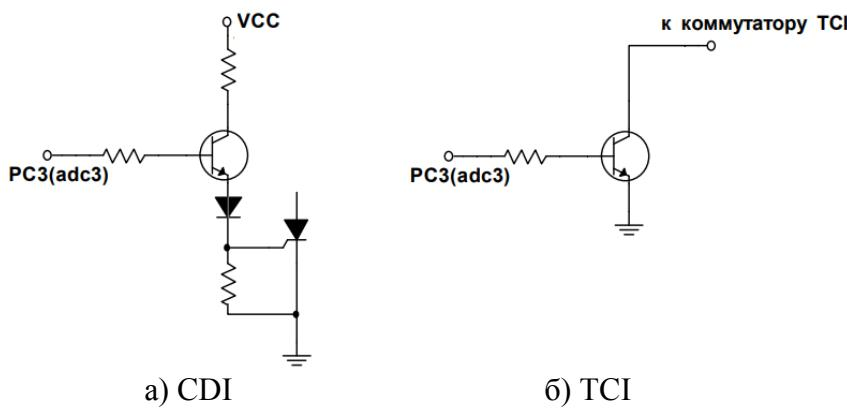

Рис.3 Выходной каскад
**LineOFFMode=0:** Линия управления отключается в начале импульса LDELTA (для TCI с самодельным коммутатором - мощный транзисторный ключ с контролем тока через высоковольтную катушку). Тип выходного каскада Рис.3б.
**LineOFFMode=1:** Линия управления отключается через заданный угол после завершения импульса LDELTA (для CDI). Этот угол следует определять по факту обеспечения режима работы тиристора системы CDI (управляющее напряжение должно быть снято тиристора до момента повышения напряжения на его аноде). Скорее всего, этот угол будет в пределах 5-15 градусов. Тип выходного каскада Рис.3а.
**LineOFFMode=2:** Линия управления отключается строго в нужном для коммутатора 76.3734 режиме (скважность=3 и искрообразование по спаду сигнала с учётом выходного транзистора Рис. 3 б). В совокупности с оптическим датчиком получается некий аналог проекта Сарумана, но не с тремя, а с 32 таблицами (максимум) и с механизмом их автоматического или ручного переключения - ДПЗД(ДАД) / потенциометр. **Внимание! В отличии от вышеупомянутого проекта, нет необходимости скважность входного сигнала делать равной трем.** В этом режиме есть ограничение по возможной ширине импульса LDELTA: